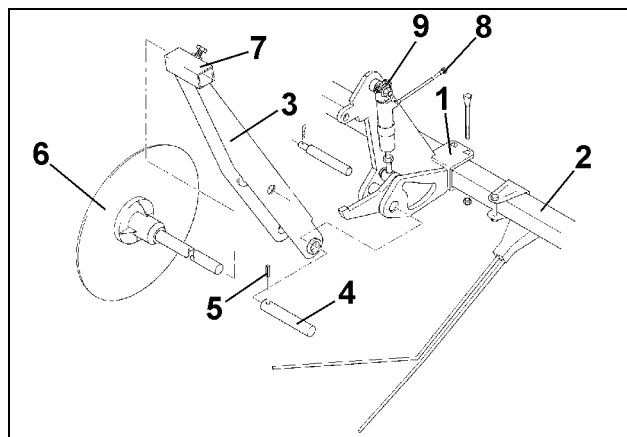

Fig. 36
- Fissare i due supporti di montaggio (Fig. 36/1) al coprisemi
- Inserire e fissare i portadischi segnafile Fig. 36/3) con i bulloni (Fig. 36/4) e la spina elastica (Fig. 36/5)
- Inserire i dischi segnafile (Fig. 36/6) nel portadischi (Fig. 36/3) e bloccare con le viti (Fig. 36/7)
- Collegare i tubi flessibili idraulici (Fig. 36/8) ad entrambi i cilindri idraulici (Fig. 36/9) e collegare il tutto con la valvola elettroidraulica del cilindro idraulico per il segnafile nella testa di distribuzione